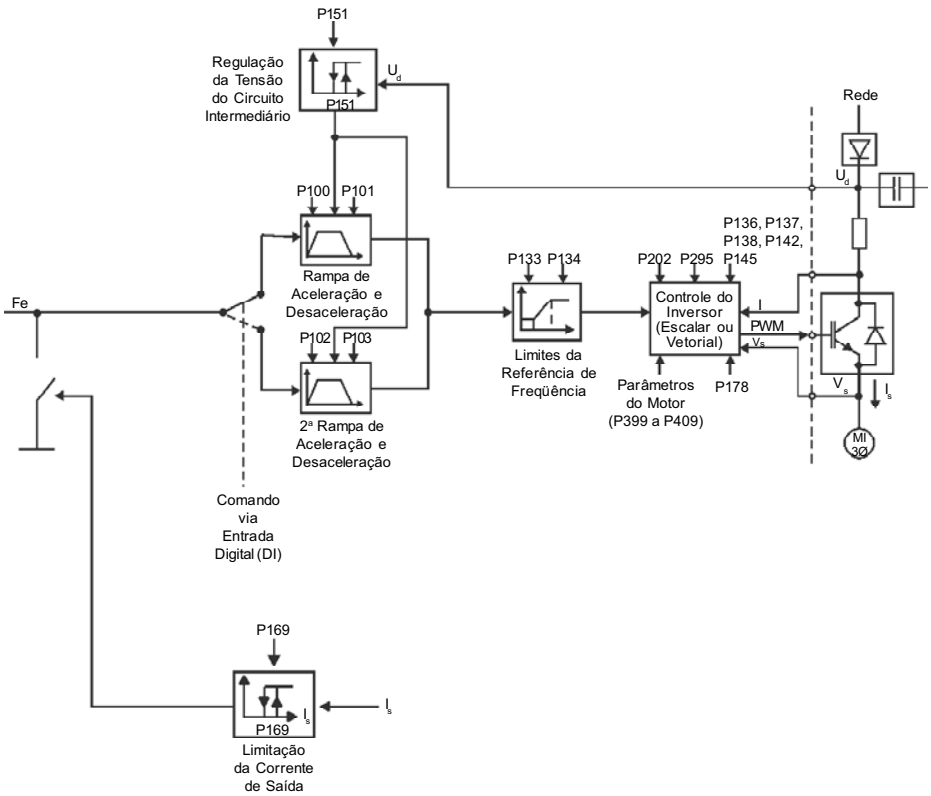

Figura 6.2 - Blocodiagrama do controle do inversor
O diagrama de blocos da figura 6.2 mostra o controle do inversor.
- ☑ No modo de controle escalar (P202 = 0 ou 1), $F_e = F^*$ (consulte a figura 6.2) se P138 = 0 (compensação de escorregamento desabilitada). Se P138 ≠ 0 consulte a figura 6.9 para relação entre F_e e F^* .
- ☑ No modo de controle vetorial (P202 = 2), sempre $F_e = F^*$ (consulte a figura 6.2).